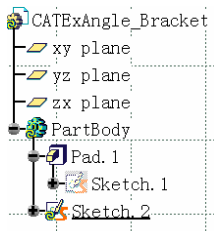

图 3-162
- >>> 步骤02 单击 图标，生成草图 Sketch.2，如图 3-162 所示